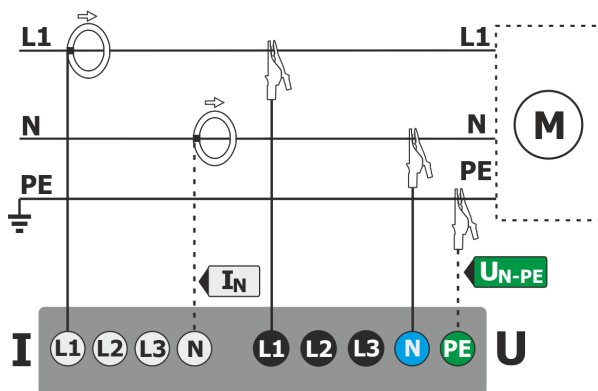

Fig. 58. Esquema de conexión – sistema monofásico.
- monofásica (Fig. 58)
Paso 2: Conexión a la red examinada. Conectar el analizador a la red de prueba de acuerdo con la Fig. 58. Se deben conectar las entradas de tensión L1, N. No es necesario conectar la pinza porque no se requiere la medición de la corriente. Conectar la alimentación externa del analizador para que el analizador no funcione con su batería y no se apague debido a una batería descargada.